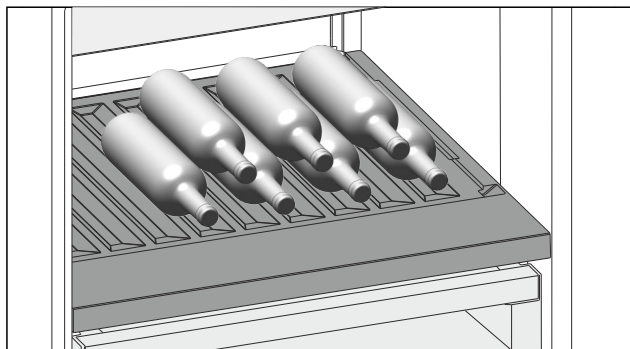

Fig. 145
- Stavite boce s dnom prema stražnjoj stijenci hladnjaka. (pogledajte Fig. 145)